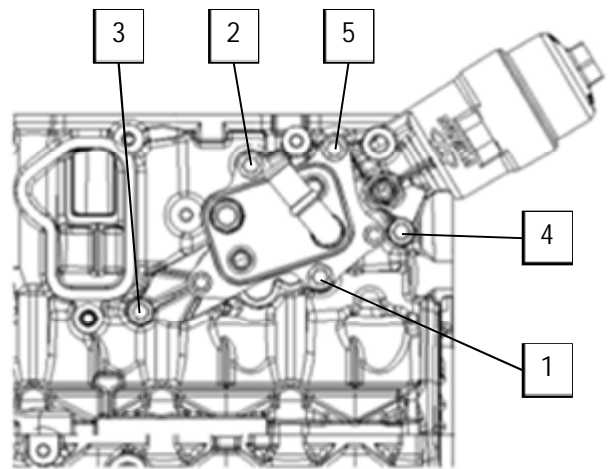

图 G-13 机滤模块安装螺栓拧紧顺序
- 2) 将六角法兰面螺栓②、③装入模块螺栓孔内, 并按图 G-13 所示顺序拧紧, 将机滤模块①固定在缸体上。